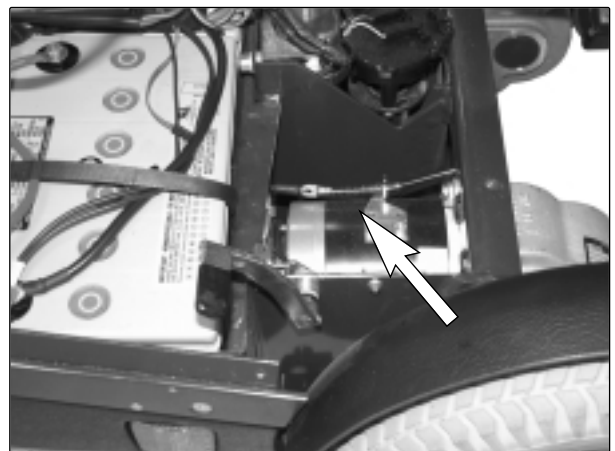

Abb. 28. Entriegelungsdraht Magnetbremse.
8. Ziehen Sie die Drahhülse nach vorne und führen Sie den Draht durch den Schlitz des Draalthalers heraus. Haken Sie den Brems-entriegelungsdraht aus der Magnetbremse aus, siehe Abb. 28.